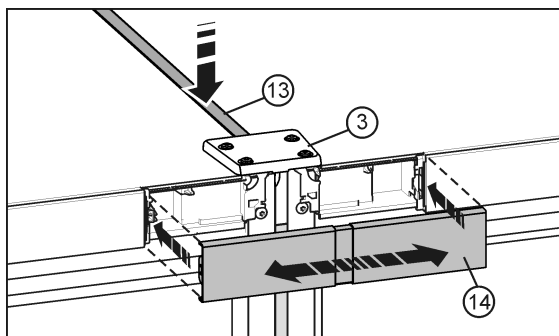

Fig. 27
- En la parte superior, presione la regleta corta Fig. 27 (13) para introducirla en la ranura. La regleta y la placa de unión Fig. 27 (3) deben quedar a ras en el canto delantero.
- Encaje la cubierta Fig. 27 (14) en el espacio todavía abierto que hay entre las dos tapas de la unidad de control. Procure que las caras exteriores de la cubierta queden al mismo nivel que las tapas de la unidad de control. La cubierta es extensible para tal fin.